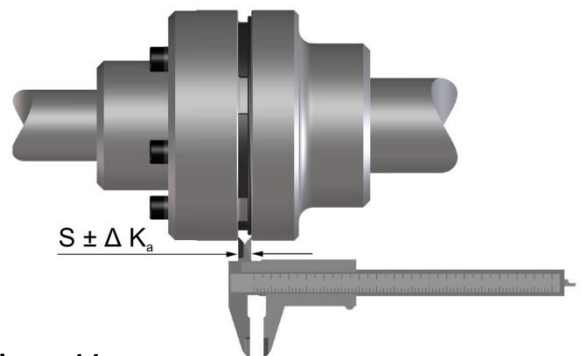

Figura 14
- ☐ Mida la holgura de montaje axial "S" (Figura 14).